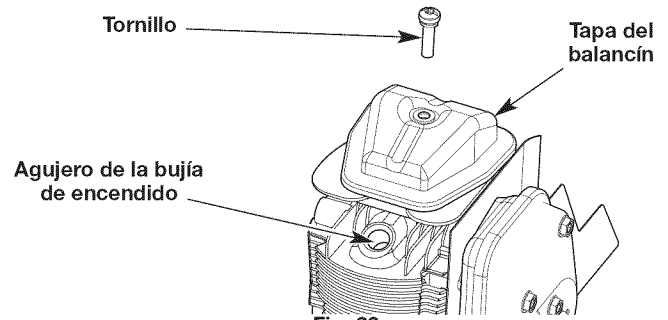
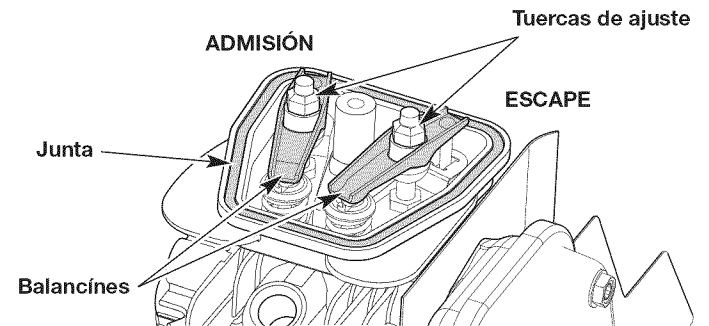

Fig. 22
Fig. 23
6. Quite el tornillo de la tapa del balancín con un destornillador plano o un destornillador Torx T-25 (Fig. 22). Quite la tapa del balancín y la junta.(Fig. 23).
7. Inspecciona el orificio de la bujía (Fig. 22) y hala la cuerda de arranque lentamente para mover el pistón. Asegúrese de que: